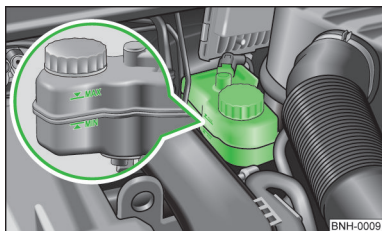

Fig. 117
El depósito de líquido de frenos del sistema se encuentra en el vano motor » **fig. 117 de la página 142**.
- Si el nivel de líquido desciende por debajo de la marca "MIN" » fig. 117 de la página 142,  no siga conduciendo. ¡Existe peligro de accidente! Recurrir a la asistencia profesional de un taller especializado.
► Compruebe el nivel del líquido de frenos en el depósito » fig. 117.